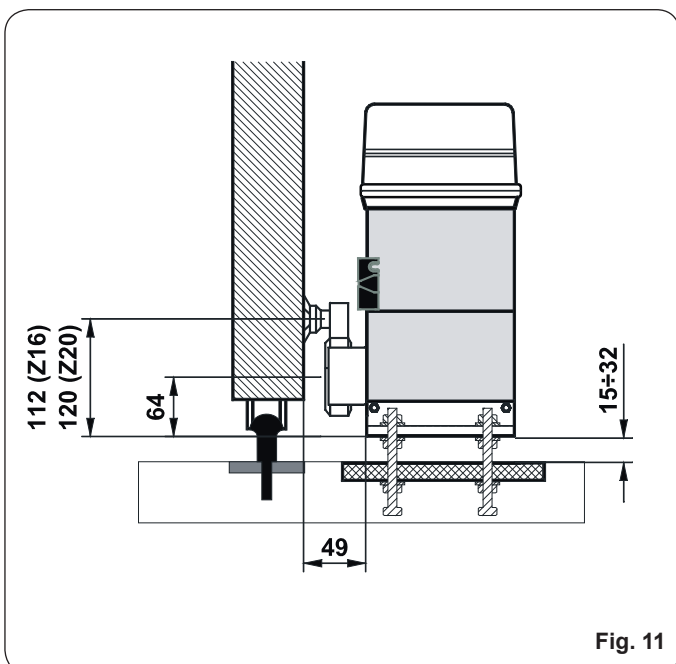

Fig. 11
4. Ajustar a altura dos pés e a distância do portão de acordo com a Fig. 11.